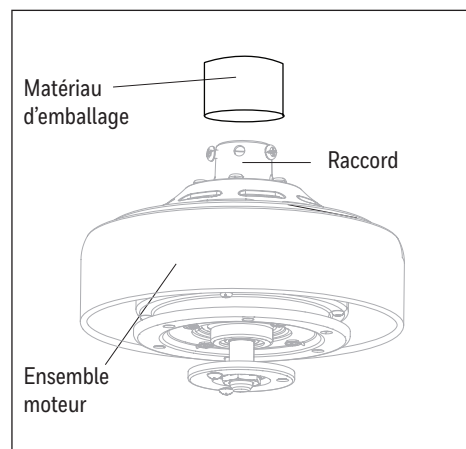

Figure 2.3
3. Retirez et jetez le matériau d'emballage orange du raccord de l'ensemble moteur (figure 2.3).